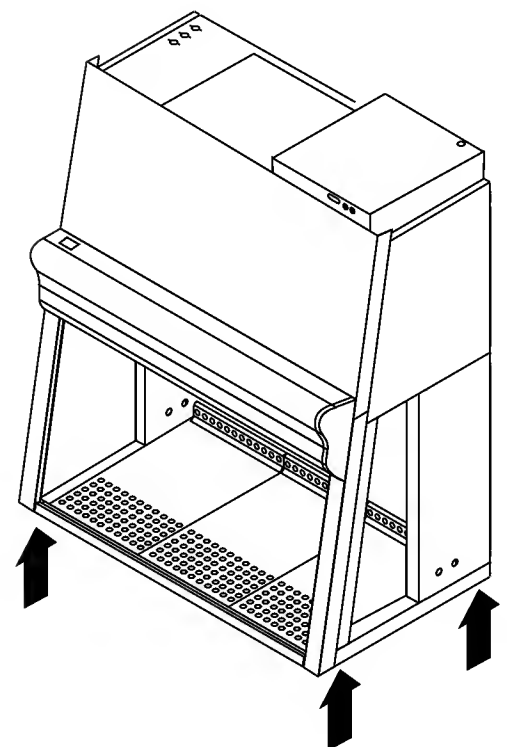

Fig. 2
**Fig. 2:** a fin de evitar que el aparato vuelque, también en el interior de edificios se debería transportar el mismo únicamente sobre un dispositivo de transporte adecuado. Para ello se deberá desmontar la carcasa del aparato del bastidor.